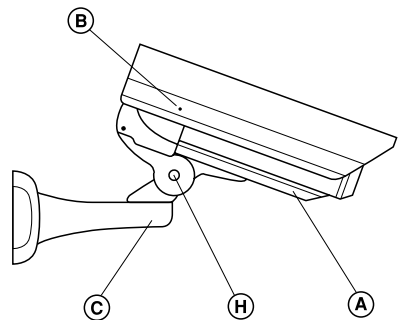

Abb. 4
7. Durchbohren Sie die Gummilaschen (E), zwei für Kabel mit Durchmesser 7~9mm und zwei für Kabel mit Durchmesser 9~12mm (Abb. 4).
11. Bringen Sie das Gehäuse in die gewünschte Richtung, und befestigen Sie das Gelenk mit den Schrauben (C) und (H). Verwenden Sie dazu einen 6mm Inbusschlüssel (Abb. 4).
12. Um das Gehäuse zu schließen, schieben Sie es über die Kamera. Stellen Sie die interne Schutzleiterverbindung wieder her, und verschrauben Sie den Rückwanddeckel. Arretieren Sie die Schraube (A), und schieben Sie das Sonnenschutzdach in die alte Position.